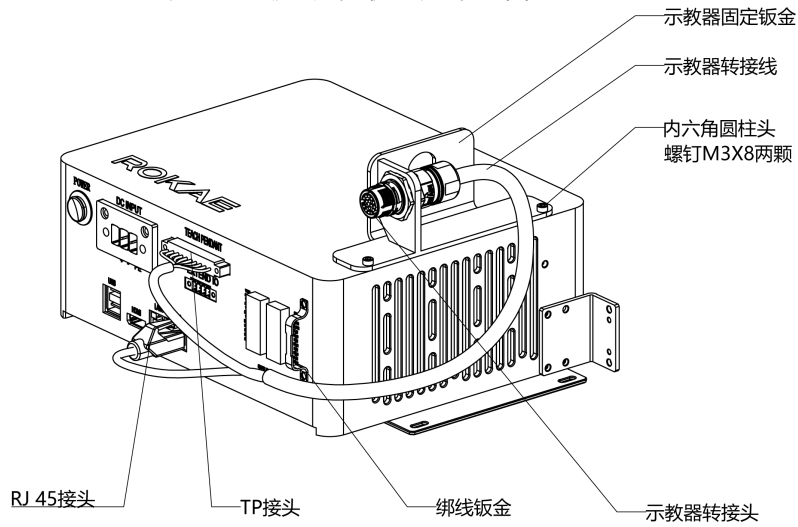
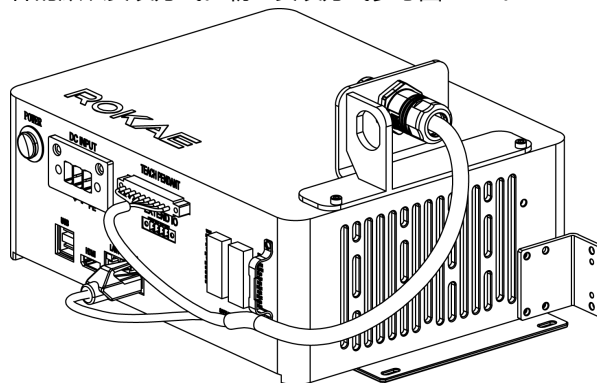

图 5-12 安装示教器转接线束
图 5-14 示教器固定钣金朝左安装示意图
(3) 将示教器转接线接头穿过钣金, 并用活动扳手将示教器转接头的螺母拧紧, 使示教器接头固定在钣金上面。如下图 5-12 所示。
(4) 教器转接线的 xPad 接头和 RJ45 接头分别与控制柜的 TEACH PENDANT 接口 (原
xPad 接口) 和 LAN2 接口对插 (注意接口, 请勿插错), 并用扎带将插头附件的线束固定在控制柜 IO 接口旁的绑线钣金处, 最终效果参考图 5-12。
(5) 将示教器上的线缆接头, 与图 5-12 所示的示教器转接头对插并锁紧, 即可正常使用示教器。示教器连接示意图如下图所示。
此套方案只针对选配有示教器转接线套件的用户使用。其中示教器转接插头提供两种安装方式, 分别为朝前和朝左两种安装方式。图 5-12 展示的为朝前安装方式, 也是示教器转接线套件的默认安装方式。朝左安装方式参考图 5-14。